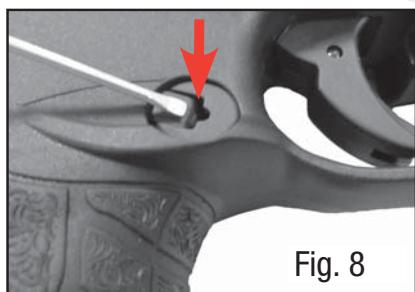

Fig. 8
- Premete il lato piatto della chiave a brugola (Art. Nr. 416.70.04.3) nell'apertura del controsupporto (Fig. 8).